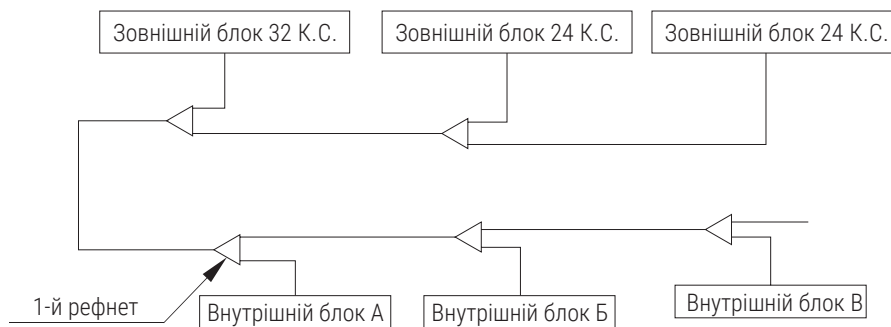

Рис. 3.10 Послідовність підключення зовнішніх блоків
- Блок потужністю 32 К.С. встановлюється на 1-му рефнеті (див. рис. 3.10).